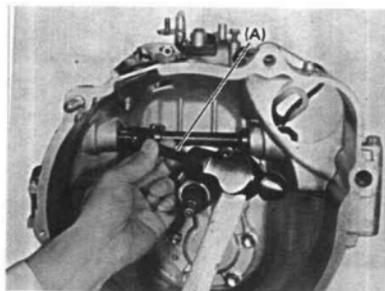

图 10-9
(3) 从轴上拆下分离杠杆。如图 10-9 所示,利用离合器分离衬套拆卸器(A)(专用工具)卸下离合器分离衬套。如果用上述方法拆不下离合器分离衬套,可以用虎台钳或类似工具将其拆下。